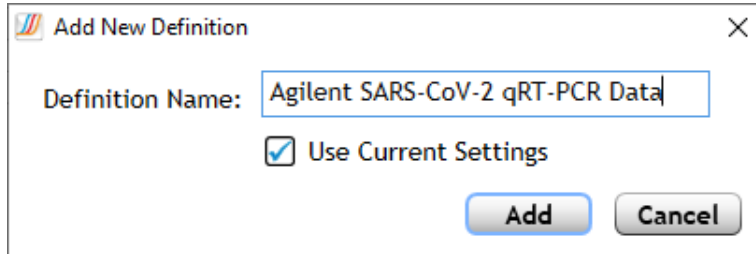

Figura 26 Cuadro de diálogo Add New Definition de Aria
- c En el campo Definition Name, escriba **Agilent SARS-CoV-2 qRT-PCR Data**. Consulte **Figura 26**.